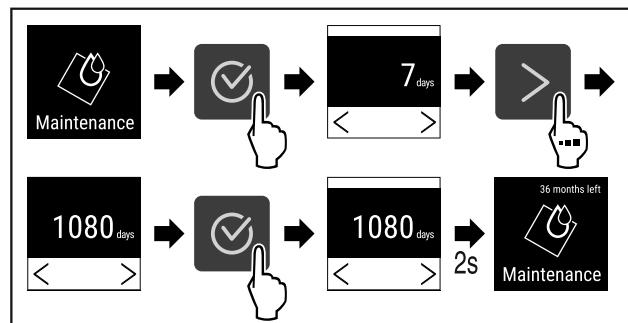

Fig. 99
- Følg anvisningene (se Fig. 99).